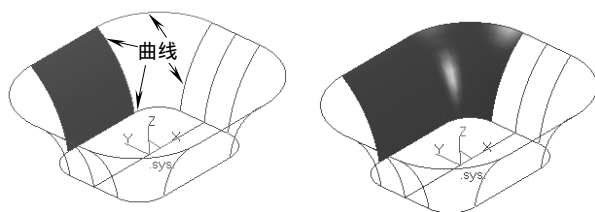

图 6-64 创建边界面 2
3) 选择下拉菜单“造型”→“曲面生成”→“边界面”命令，或者单击“曲面生成栏”工具栏上的“边界面”按钮, 在立即菜单中选择四边面，拾取如图 6-64 所示的空间曲线，完成操作，如图 6-64 所示。